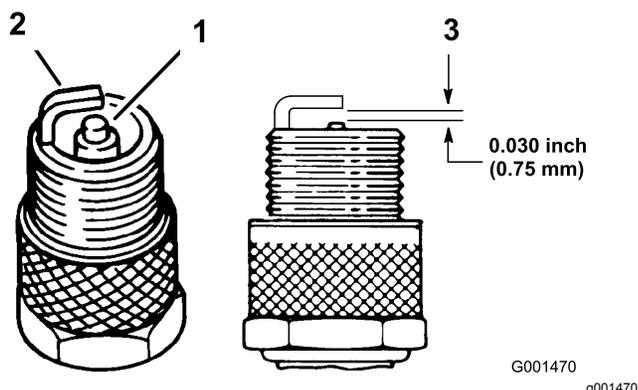

Figura 30
- Mire la parte central de las bujías (Figura 30).
- Compruebe la distancia entre el electrodo central y el electrodo lateral (Figura 30).
**Nota:** Si la distancia no es correcta, doble el electrodo lateral (Figura 30).
- Conecte los cables a las bujías (Figura 30).